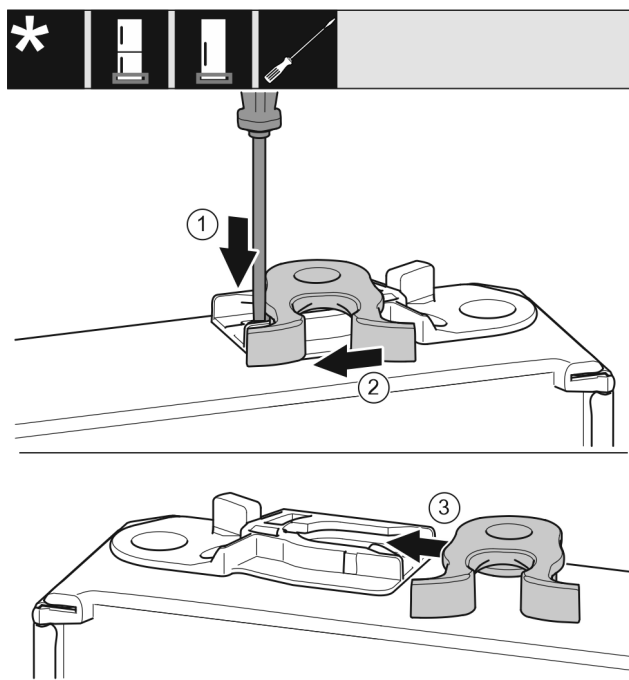

Fig. 20
- Plochým šroubovákem přitlačte lamelu Fig. 20 (1) dolů.
- Vytáhněte petlici Fig. 20 (2) z vedení.
- Petlici Fig. 20 (3) zasuňte do vedení na druhé straně.